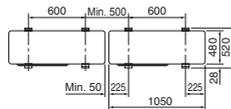

Fig. 3-1
- Sørg for å montere enheten på et solid, plant underlag. Det vil forhindre klapprelsyder under drift. (Fig. 3-1)